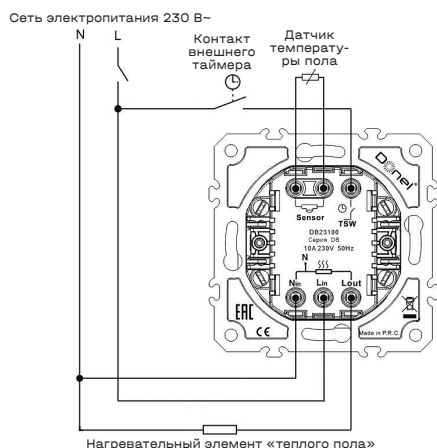

Рис. 4. Схема подключения
2. Подключите термостат согласно схеме подключения (см. рис. 4).
3. Закрепите механизм термостата ① в электроустановочной коробке.
4. Установите рамку ② и лицевую панель ③ на механизм термостата, наденьте поворотную ручку ④ на вал.